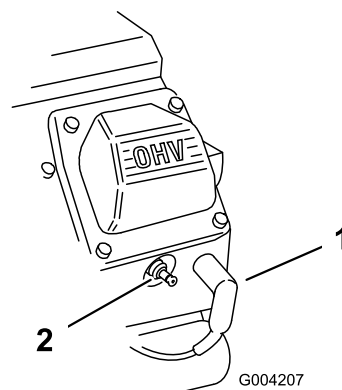

图50
2. 将电线拉离火花塞（图50）。
3. 将电线压到火花塞上（图50）。